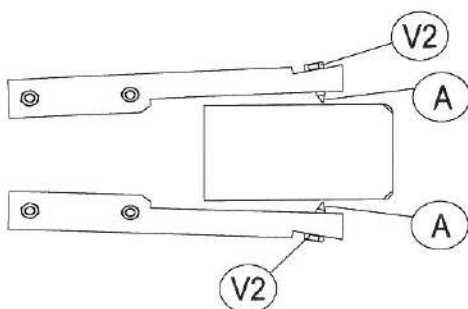

Figure 6
- Régler la prise de la capsule de la part des aiguilles **A** en dévissant les vis **V2** et en positionnant les aiguilles à une distance qui permet la prise de la capsule sans la déchirer (figure 6). Nous vous rappelons que les aiguilles **A** ne sont pas utilisées avec les capsules thermorétractables.